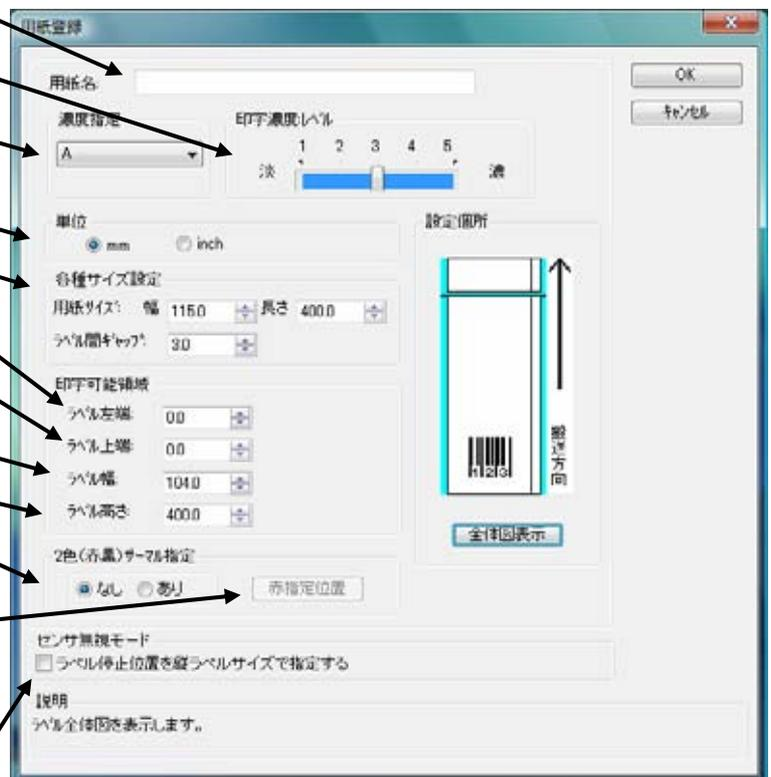
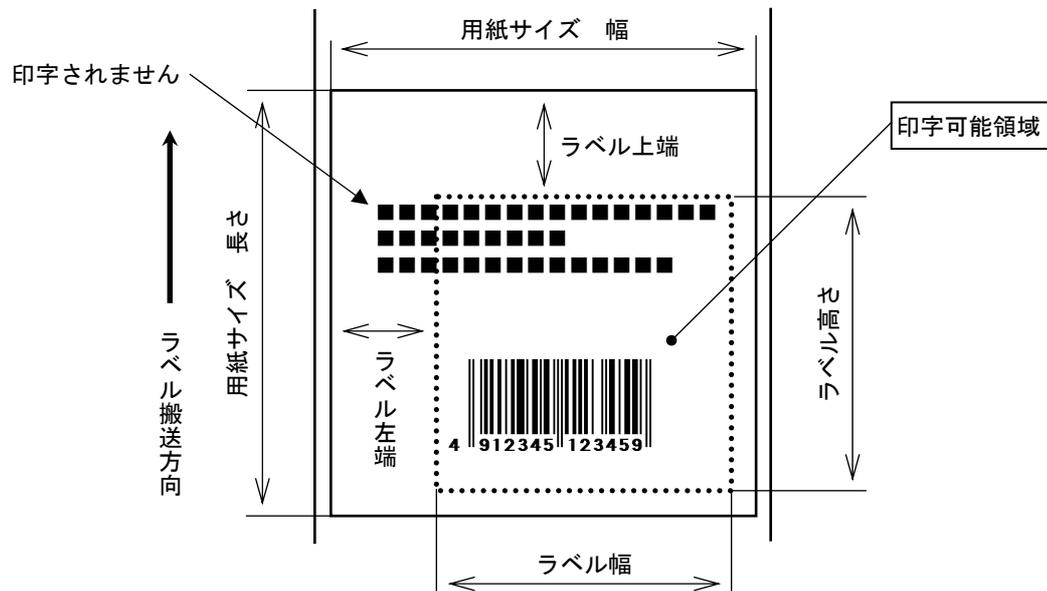

図 1.3.2. 「用紙登録」画面
図 1.3.10. プロパティにおける印字可能領域設定
- (1) 使用する用紙を選択します。使用する用紙が登録されていない場合は(5)「用紙登録」により登録してください。
- (2) 用紙搬送方向に対する印刷方向を設定します。
- (3) 印字レイアウトの基点を補正します。通常は0です*。
- (4) 各仕様のプリンタにおける、用紙搬送量を補正します。
- (5) 「用紙登録」ボタンをクリックすることにより、図 1.3.2 に示す「用紙登録」画面が表示されます。「用紙編集」をクリックした場合は「用紙名」に表示している用紙の編集になるだけで、設定内容は同じです。
- (6) チェックしておくことにより、「用紙登録」を選択した際の初期値に、「用紙名」に表示されている用紙の設定値を適用します（フリーサイズの設定値は適用できません）。
- (7) 「用紙名」に表示されている登録済み用紙を削除します。
プロパティの「用紙登録」における「印字可能領域」（図 1.3.2 参照）では、最大印字可能領域および使用する用紙の範囲内において、図 1.3.10 に示すように実際に印字される領域を自由に設定することができます（図 1.3.2 中の用語は図 1.3.2 の設定項目に対応しています）。通常は印字可能領域と用紙サイズは等しく設定します。